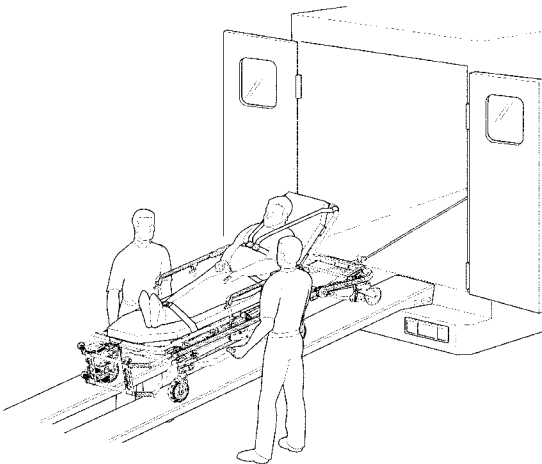

Abbildung 20 – Ein- und Ausladen der Trage mit der optionalen Abschleppvorrichtung
2. Darauf achten, dass die Laderampe mindestens 12 Fuß (3,7 m) lang ist. Sicherstellen, dass das Gewicht von Trage, Patient und Ausrüstung die maximale Gewichtskapazität der Rampe nicht übersteigt (Abbildung 20).